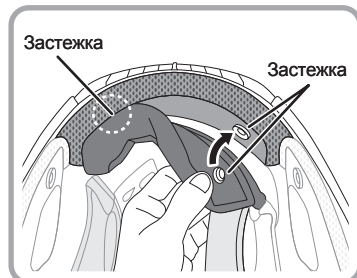

Рис. 3
3. Прикрепите его одинаково с обеих сторон, проталкивая по направлению к центру. (Рис. 3)